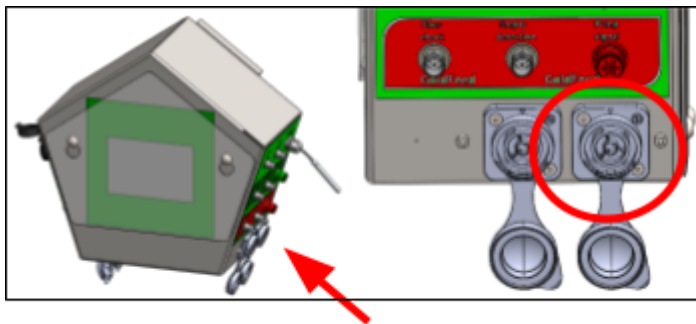

Abbildung 38.
8. Schließen Sie den schwarzen Stecker an der richtigen Stelle an. Siehe Abbildung 38.